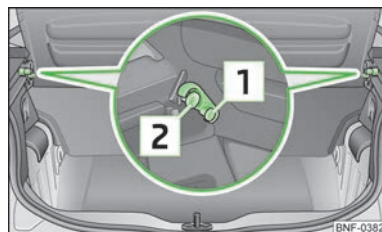

Fig. 43
- » Para abatir hacia delante levantar la cubierta del maletero y presionarla en las fijaciones laterales [1] » fig. 43.
- » Para desmontar tirar hacia afuera de la cubierta del maletero inferior desde las fijaciones laterales [2] » fig. 43.
Fijarse en que la cubierta del maletero esté correctamente enclavada en las fijaciones laterales [2] » fig. 43 - Riesgo de daños en la cubierta del maletero o del propio maletero.